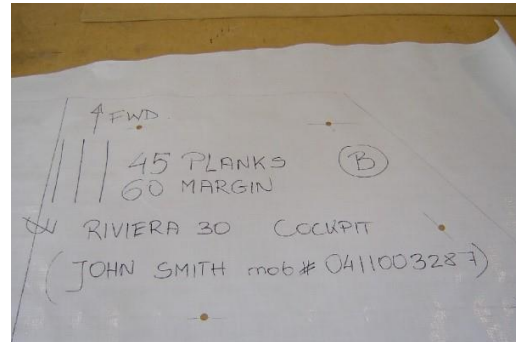

FIGURE 4
13. Marquer le sens des lattes en traçant des lignes de direction sur le gabarit (fig. 4)